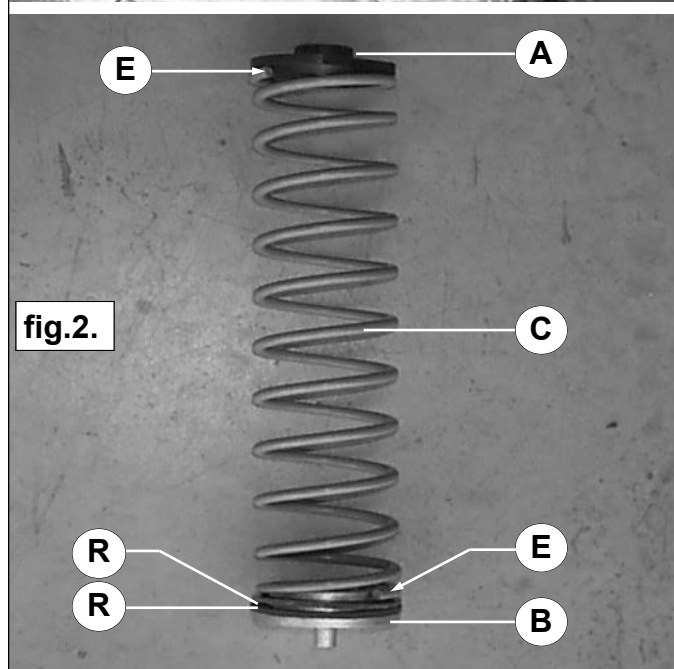

fig.2.
7. Plaats de hulpveer **C** zo dat de uiteinden **E** naar de voorzijde van de auto wijzen, zie fig.2. En plaats de auto op de wielen let hierbij op de centrering van de diverse hulpveerdelen.
7. Place auxiliary spring **C** so that tip **E** faces the front of the car (see fig.2). And put the car back on his wheels. Check if everything is placed correct.
7. Bringen Sie die Hilfsfeder **C** so an, daß die Enden **E** auf die Vorderseite des Fahrzeugs zeigen, siehe Fig.2. Stellen Sie das Fahrzeug wieder auf die Räder. Achten Sie dabei auf die Zentrierung der unterschiedlichen Hilfsfederteile.
7. Placez le ressort auxiliaire **C** de manière à ce que l'extrémité **E** soit orientée vers l'avant du véhicule (cf. fig.2) Remplacez le véhicule sur ses roues. Veillez à ce que les ressorts auxiliaires soient correctement centrés.